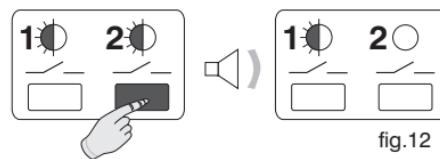

fig.12
- Mantener pulsada la **tecla 2** hasta que se oiga una señal acústica; luego, soltar la tecla. El **LED 2** se apaga y el **canal 2** es independiente del **cronotermostato “Master”**(fig.12).